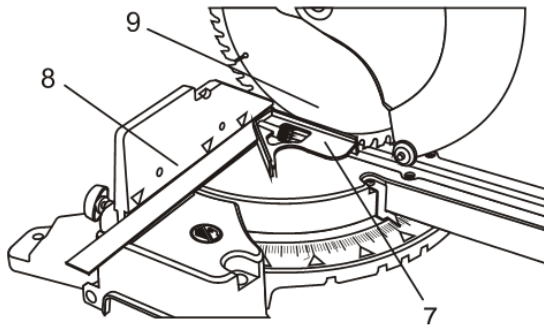

Fig. 8
5. Verrouillez la poignée en position basse. Tenez une équerre combinée (non fournie) (7) contre le guide (8) et à côté de la lame de scie (9) (Fig. 8).